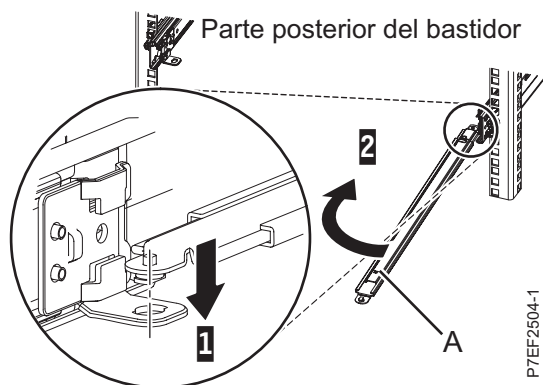

Figura 12. Conexión del brazo de soporte
1. El brazo portacables debe estar instalado en la parte de la derecha del servidor cuando se mirar el servidor desde la parte posterior, tal como muestra la Figura 12 en la página 11. Conecte un extremo del brazo de soporte (A) al riel deslizante de la derecha (1) de forma que pueda girar el otro extremo del brazo de soporte hacia la parte de la izquierda del bastidor (2).